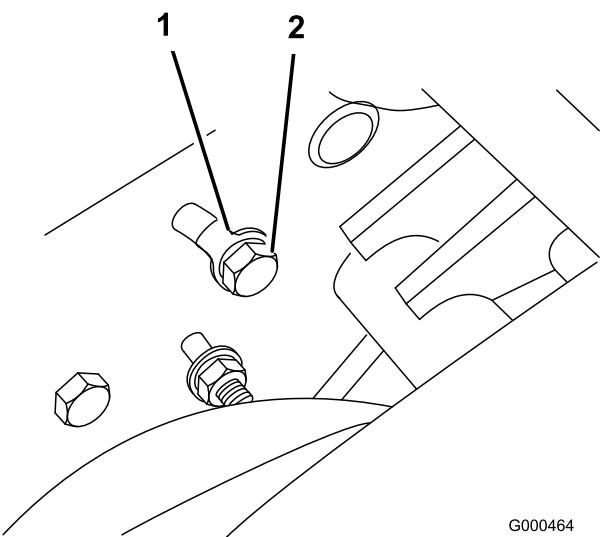

Figura 43
- A. En la parte trasera de la chapa lateral, afloje el perno que fija el soporte de la polea tensora a la chapa lateral (Figura 43).